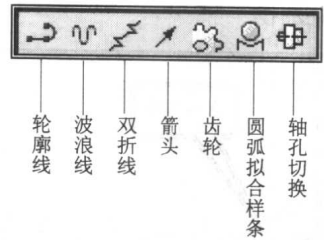

图 1-7 “绘图工具 II”工具栏
(5) “绘图工具 II”工具栏 绘图工具 II 工具栏中的各种绘图命令，是绘图工具栏的补充。它提供了绘制“轮廓线”、“波浪线”、“双折线”、“箭头”、“齿轮”、“圆弧拟合样条”及“轴/孔”命令，如图 1-7 所示。